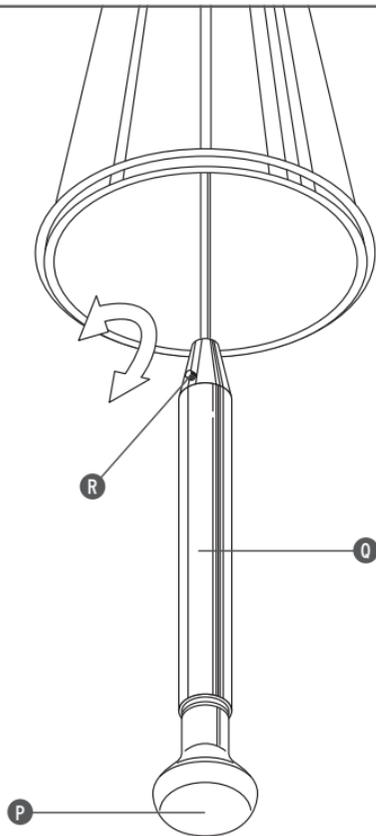

Fig. 12
- <IT> Fig.12 Inserire le lampade (P). Per regolare l'altezza e la perpendicolarità dello stelo porta lampada (Q) agire sui tre perni (R) ruotandoli in senso orario o antiorario per alzare o abbassare lo stelo fino ad ottenere la posizione voluta.
- <EN> Fig.12 Insert lamps (P). To adjust the height and perpendicularity of the lamp shaft (Q) adjust the three pins (R), turning them clockwise or anticlockwise to raise or lower the shaft to obtain the desired position.
- <DE> Abb.12 Glühlampen einsetzen (P). Um die Höhe und die Winkelabweichung des Ständers der Lampenhalterung (Q) einzustellen, drehen Sie die drei Bolzen (R) im oder gegen Uhrzeigersinn, um den Ständer bis zur gewünschten Höhe zu erhöhen bzw. zu erniedrigen.
- <FR> Fig.12 Placer les ampoules (P). Pour régler la hauteur et le niveau de la douille (Q) jouer sur les trois pattes (R) en les tournant vers la droite ou vers la gauche selon que l'on souhaite remonter ou descendre davantage la douille, jusqu'à obtenir la position désirée.
- <ES> Imag.12 Montar las bombillas (P). Para regular la altura y la perpendicularidad del pie (Q), girar los tres pernos (R) en sentido horario o antihorario para subir o bajar el pie hasta obtener la posición deseada.
- <PT> Fig.12 Inserir as lâmpadas (P). Para regular a altura e a perpendicularidade da haste porta lâmpada (Q) rodar os três pernos (R) para a direita ou esquerda, para elevar ou baixar a haste até obter a posição pretendida.
- <RUS> Рис.12 Вставить лампочки (P). Отрегулировать высоту трех рассеивателей путем вращения стержня (R) патрона (Q) по часовой стрелке или против часовой стрелки.
- < J > 図12 電球を取り付けます (P)。ランプスタンド(Q)の高さと垂直調整をするには、3本のピン (R)を使い、時計回り、もしくは反時計回りに回してスタンドを高くしたり低くしたりして好みの位置に合わせる。